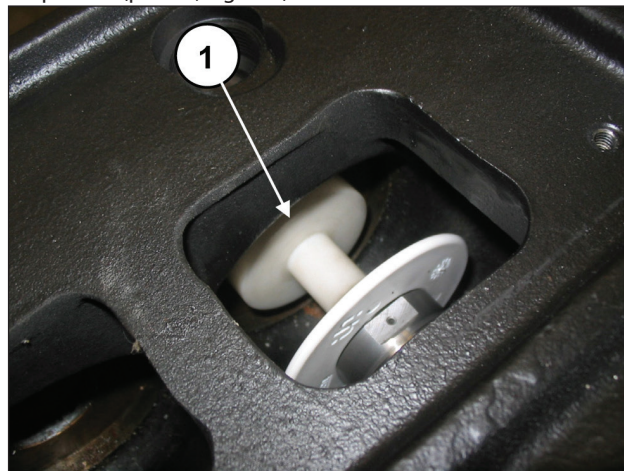

Fig. 158
Ruotare manualmente l'albero in modo da portare i 3 pistoni progressivamente nella posizione di punto morto superiore e inserire l'attrezzo tampone cod. 27516600 tra il guida pistone e il pistone (pos. ①, Fig. 158).